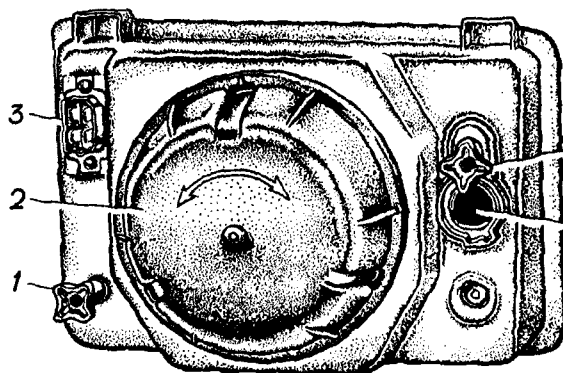
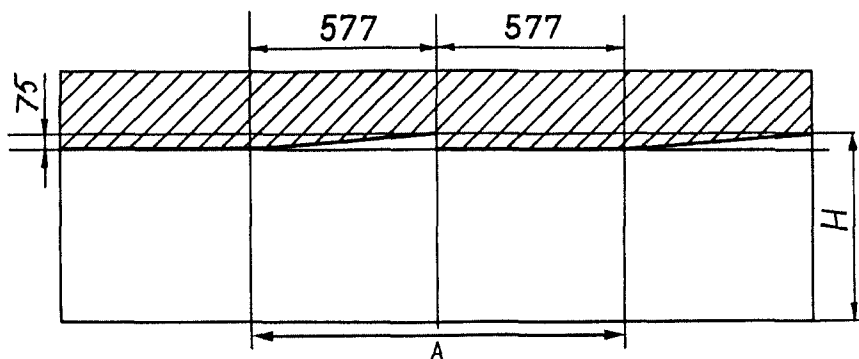

Рис. 91. Фара (вид сзади):
Рис. 100. Разметка экрана для регулировки фар:
в фокусе отражателя и дает сильный луч света (дальний свет). Верхняя нить накала расположена выше горизонтальной оси отражателя и дает более слабый луч света, направленный вниз и вправо (ближний свет). В фарах также установлены лампы габаритного света. Направление света фар регулируется двумя винтами 1 и 4 (см. рис. 91). Включение фар осуществляется центральным переключателем света, переключение с дальнего света на ближний свет и наоборот - подрулевым переключателем.
- включить ближний свет и, закрыв одну из фар, установить другую регулировочными винтами 1 и 4 (см. рис. 91) так, чтобы световое пятно на стенке или экране было расположено, как указано на рис. 100, таким же образом установить вторую фару.